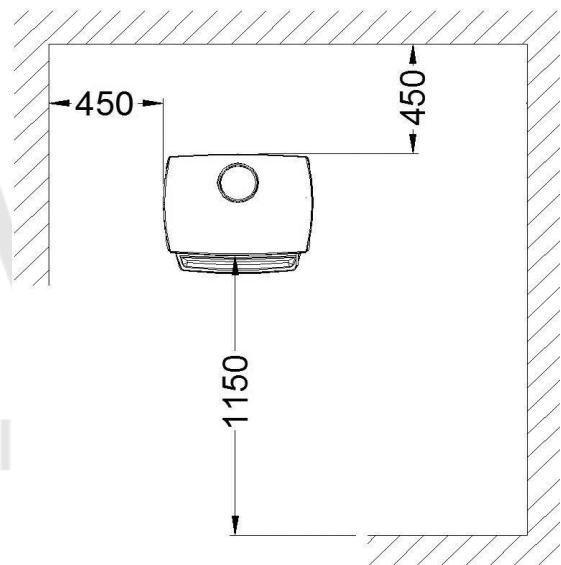

FIG. 5 - DISTANCIAS DE SEGURIDAD
- Cuando se coloque la estufa, tener en cuenta las distancias de seguridad necesarias, tanto del aparato como de la chimenea, de las superficies combustibles (paredes de madera o empapeladas, suelo de madera, etc.). Estas mismas distancias deberán ser respetadas cuando el recubrimiento de las paredes o zonas próximas sea susceptible de deterioro o deformación por efecto de temperatura (Barnices, pinturas, P.V.C.. etc.). **Fig. 5**